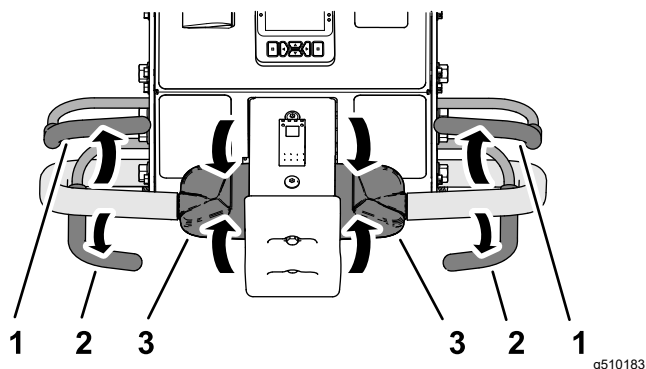

Figura 79
1. Si está realizando tareas de aireación, suelte la barra de aireación (Figura 79) para elevar el cabezal de perforación; consulte Elevación del cabezal de perforación (página 51).